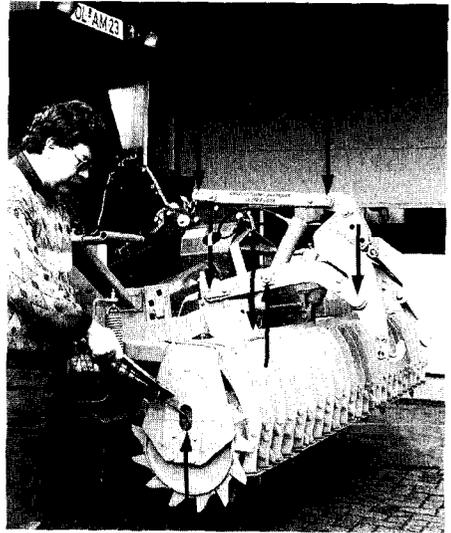

Fig.81
- die Schmiernippel an den Achslagern der Zahnpackerwalze (Fig. 81/1)